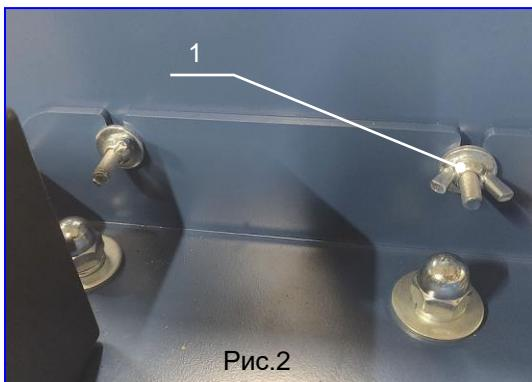

Рис.2
2. Открутите две барашковых гайки (поз.1, рис.2) крепления защитного кожуха режущего диска. Снимите защитный кожух.